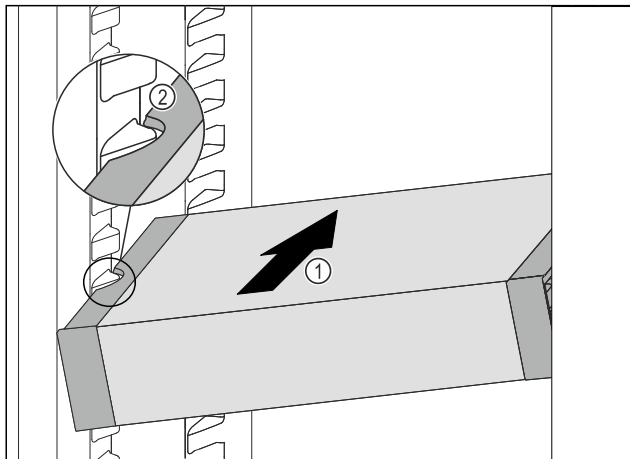

Fig. 73
- ▶ Вкарайте VarioSafe под ъгъл в хладилната част Fig. 73 (1), докато страничните прорези Fig. 73 (2) на VarioSafe се намират на височината на реброто на съда в хладилната част.